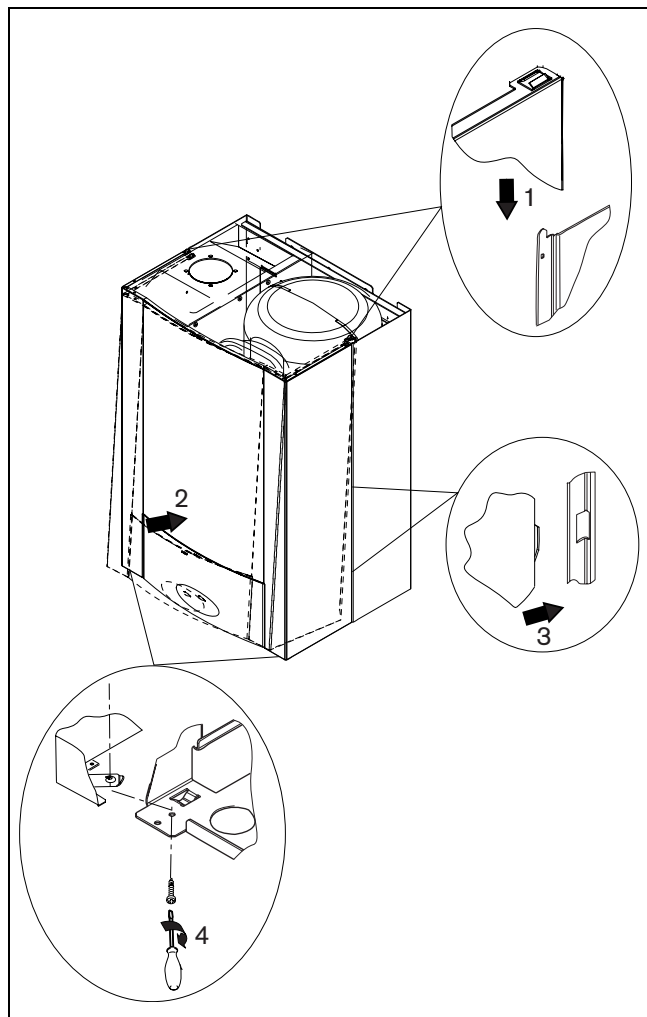

Fig. 13
- Agganciare il mantello, spingerlo verso il muro, far combaciare le lamelle di incastro e stringere le viti di bloccaggio (vedere le fasi in fig. 13).